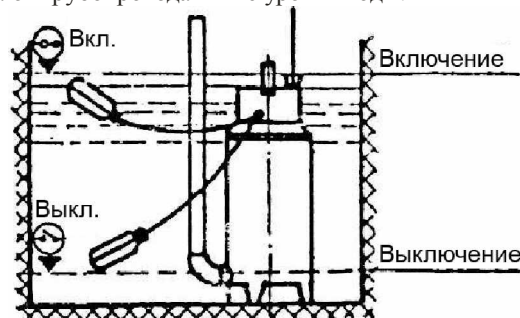

Рис. 1.
Насосы, снабженные выключателем-поплавком, могут работать в постоянном режиме эксплуатации без обслуживающего персонала. Датчик уровня воды обеспечивает автоматическое включение/выключение эл. двигателя насоса при достижении водой определенных уровней (см. Рис. 1).
- Встроенный в насос датчик уровня воды при достижении водой уровня «Вкл.» обеспечивает автоматическое включение эл. двигателя насоса и его работу до тех пор, пока уровень воды не опустится ниже уровня «Выкл.» (см. Рис. 1).